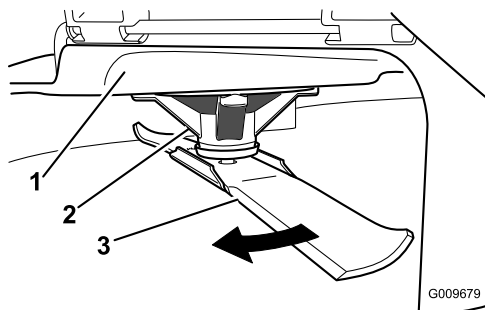

Figura 43
2. Usando luvas almofadadas ou outra protecção adequada para as mãos, rode lentamente a lâmina a medir para uma posição que permita uma medição efectiva da distância entre a extremidade de corte e a superfície nivelada onde a máquina está (Figura 43).